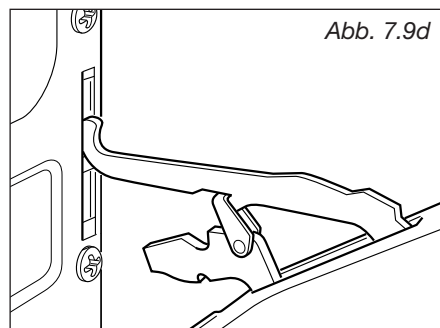

Abb. 7.9d
4. Ofentür nach vorne abziehen (Scharniere lösen sich aus den Schlitz) (abb. 7.9d).